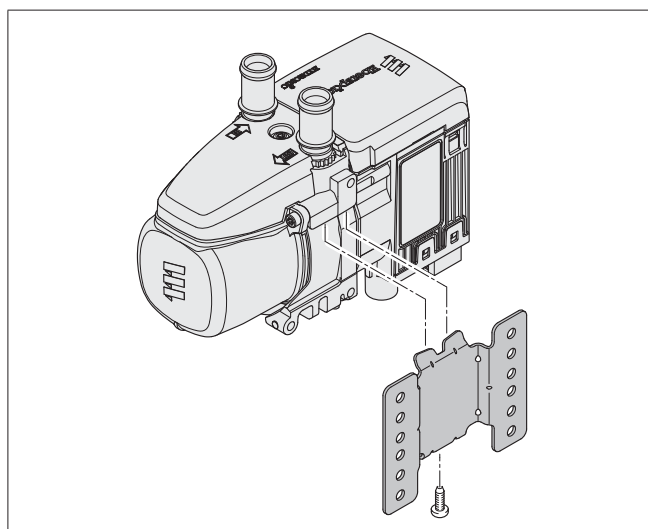

Figure 5
- Insérer l'appareil de chauffage dans le support et le fixer au support avec une vis M6 x 16, SW T30 (couple de serrage : 10+1 Nm), voir Figure 5.